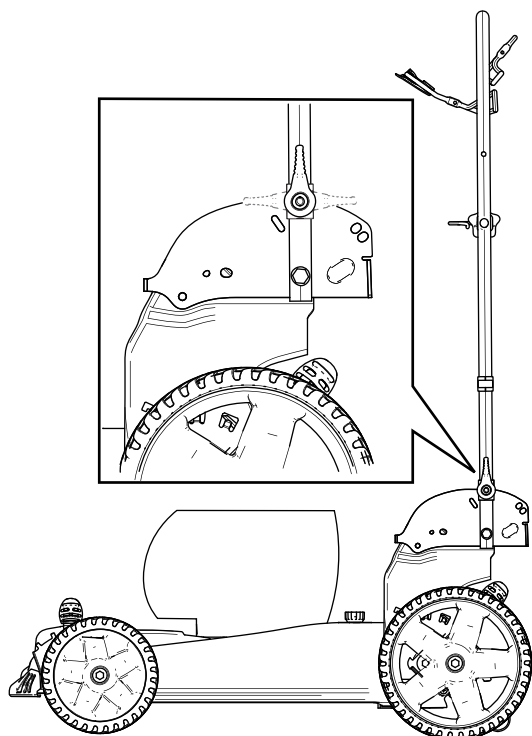

Figure 20
4. Rabattez le guidon vers l'avant soit à la verticale soit complètement abaissé, comme montré à la Figure 20.